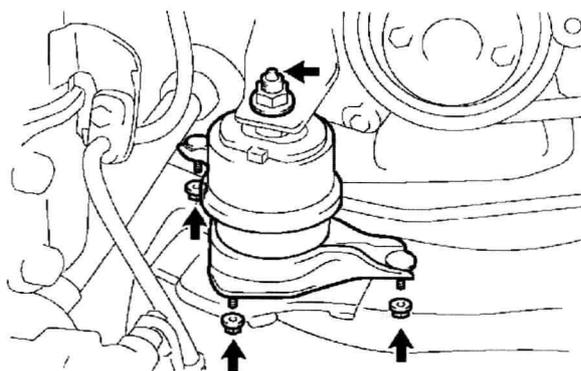

图 1-11 拆卸 4 个螺母
(4) 从发动机安装隔热板 RH 上拆卸 4 个螺母，如图 1-11 所示。